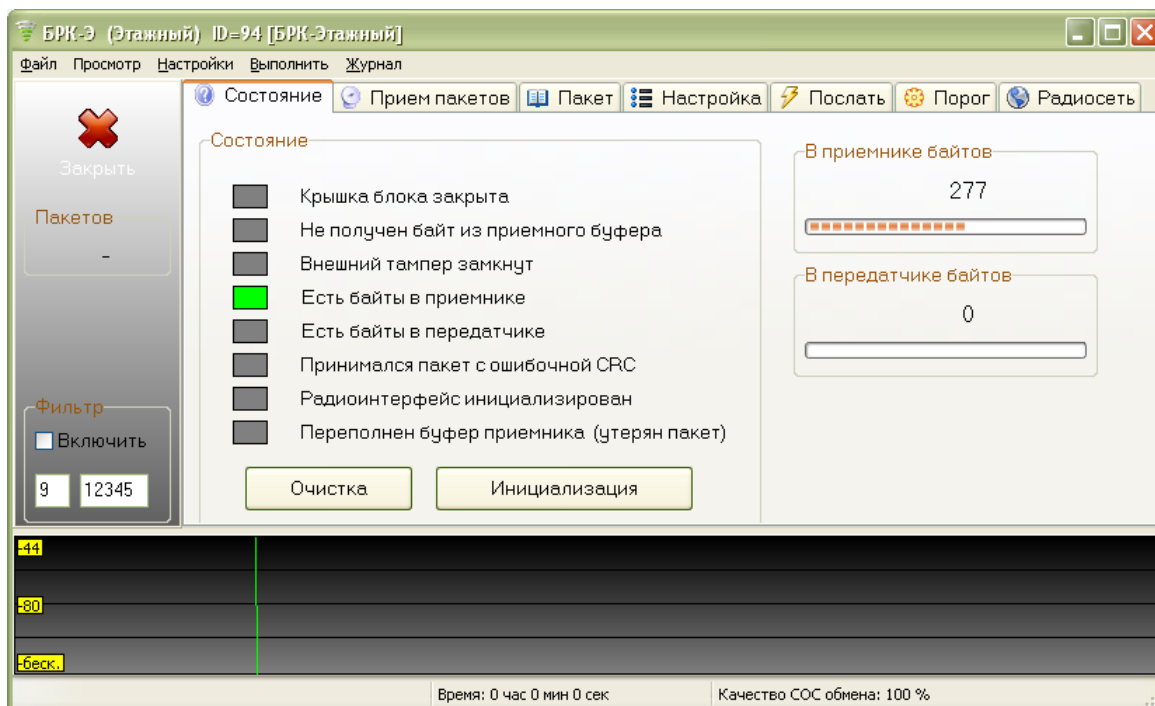

Рисунок 11 - Окно состояния модуля USB-433
6) Выбрать в списке БРК-Э и нажать на кнопку «Тест». Откроется окно состояния модуля USB-433 (рисунок 11).